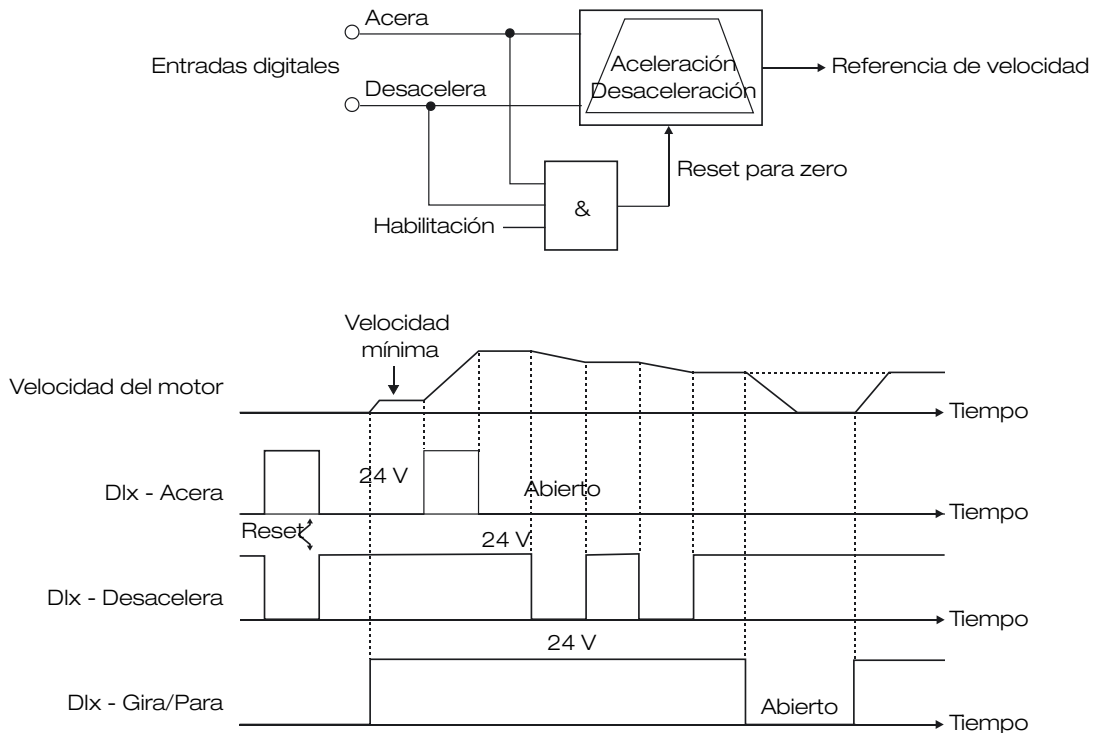

Figura 5.37: (a) a (l) - Detalles sobre el funcionamiento de las funciones de las entradas digitales
- La función '**Potenciómetro Electrónico**' (E.P.) permite que la referencia de velocidad sea ajustada por medio de 2 entradas digitales (una para incrementarla y la otra para disminuirla). Para habilitar esa función, se debe primeramente configurar la referencia de velocidad vía E.P., haciendo P0221 = 7 y/o P0222 = 7. Luego de habilitada esta función, basta programar DI3 o DI5 (P0265 o P0267 = 5) y DI4 o DI6 (P0266 o P0268 = 5). El funcionamiento de esta función puede ser observado en la Figura 5.37 en la página 5-62. Es importante resaltar que el incremento de la referencia es hecho con la aplicación de 24 V en las entradas digitales, mientras que la disminución es hecha con la aplicación del nivel 0 V. Para resetear la referencia a cero, se debe aplicar 24 V en la entrada "acelera" y 0 V en la entrada "desacelera" simultáneamente con el convertidor deshabilitado. Desta forma: